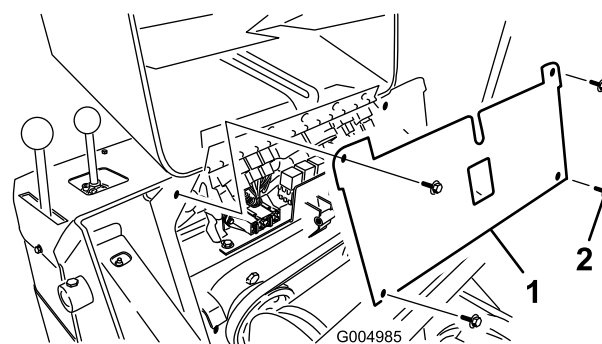

Figura 43
4. Rimuovere le 4 viti che fissano il portafusibili, quindi estrarre il pannello tirandolo verso l'alto (Figura 43).